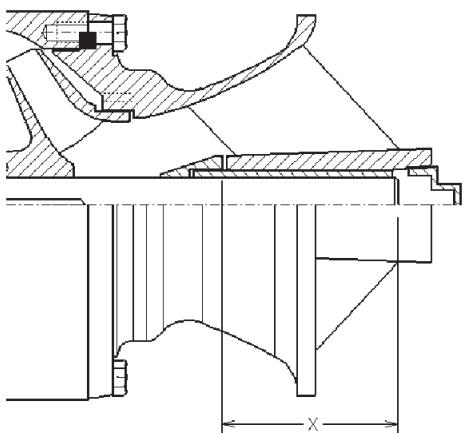

Figura 21
- Si el anillo protector no está puesto sobre el eje, instálelo. El anillo protector se une al eje por medio de un ajuste en caliente. El diámetro más largo de la parte ensanchada del anillo protector va hacia el cojinete de la campana de succión. Caliente el anillo protector hasta que se puede deslizar sobre el eje y colóquelo rápidamente para que el fondo del anillo protector se ajuste de acuerdo con la dimensión "X" antes de que se enfrie. Vea Figura 21. Ver Tabla 3 para las dimensiones "X". Deslice el extremo plano del eje de la bomba dentro del cojinete del tazón/campana de succión hasta que el anillo protector descance sobre el tazón/campana de succión.